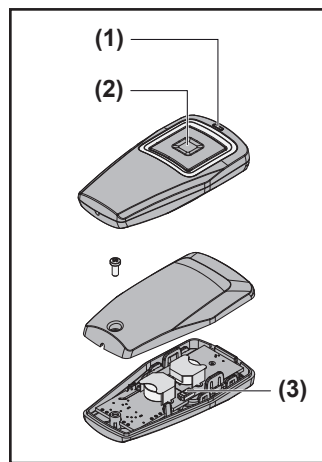
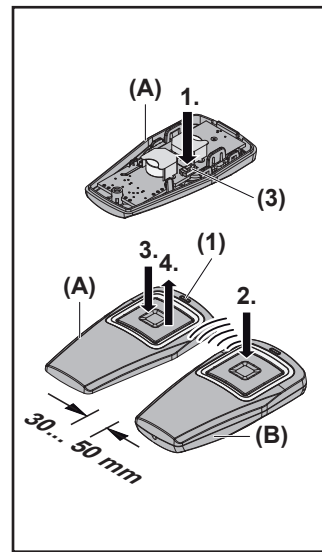

Fig. 1
Fig. 3
3 Beschrijving van het toestel (fig. 1)
5.2 De handzender gebruiken (fig. 1)
- ▶ Druk de toets (2) op de handzender in. De aan de toets gekoppelde functie (bijv. deur open / dicht) wordt uitgevoerd.
5.3 Een toetsfunctie kopiëren (fig. 3)
3 Laitekuvaus (fig. 1)
5.2 Käsilähetimen käyttäminen (fig. 1)
- Paina käsilähetimen painiketta (2). Painikkeeseen liitetty toiminto (esim. ovi auki / kiinni) suoritetaan.
5.3 Painiketoiminnon kopioiminen (fig. 3)